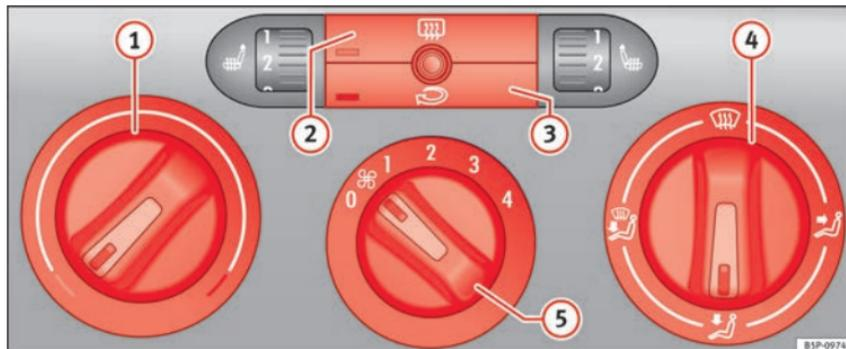

Fig. 114 Mandos de la calefacción en el tablero de instrumentos.
- Con los reguladores » fig. 114 ① y ④ y con el mando ⑤ se regula la temperatura, la distribución del aire y la velocidad de la turbina.
- Pulse la tecla ② o ③ para activar o desactivar la función correspondiente. Cuando la función está activa, la ventana situada en la esquina inferior izquierda de la tecla se ilumina.